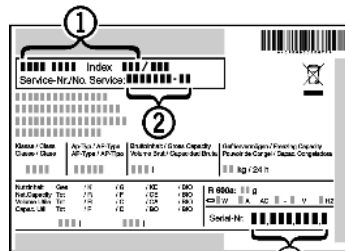

Fig. 31
- ▶ Назва пристрою Fig. 31 (1), сервісний номер Fig. 31 (2) та серійний номер Fig. 31 (3) вказані на заводській табличці. Заводська табличка знаходиться всередині пристрою, зліва.